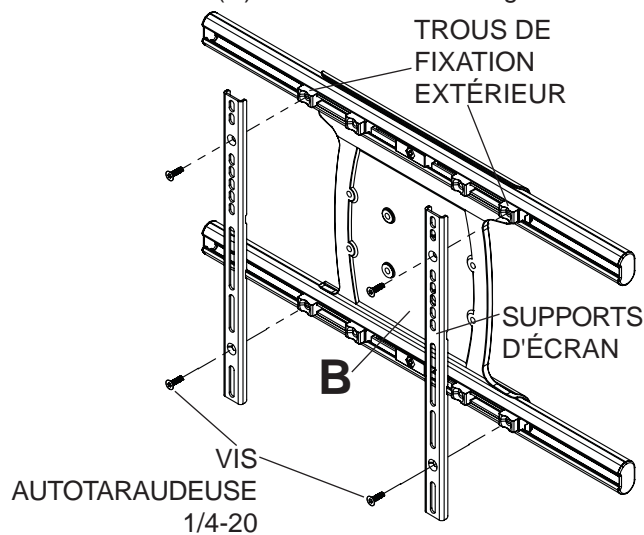

fig. 4.1
- 4 Retirez quatre vis 1/4-20 x 0,6 po à l'aide d'une clé hexagonale de 5mm (I) et desserrez deux vis 1/4-20 x 1,25 po d'un demi-tour pour permettre le réglage du support de l'écran.
- 4-1 À l'aide d'une clé hexagonale de 5mm (I), retirez les quatre vis autotaraudeuse 1/4-20 pour détacher les supports d'écran du support adaptateur universel (B) comme illustré à la figure 4.1. Réinstallez les quatre vis autotaraudeuse 1/4-20 pour fixer les supports d'écran aux trous de fixation intérieurs du support adaptateur universel (B) comme illustré à la figure 4.2.